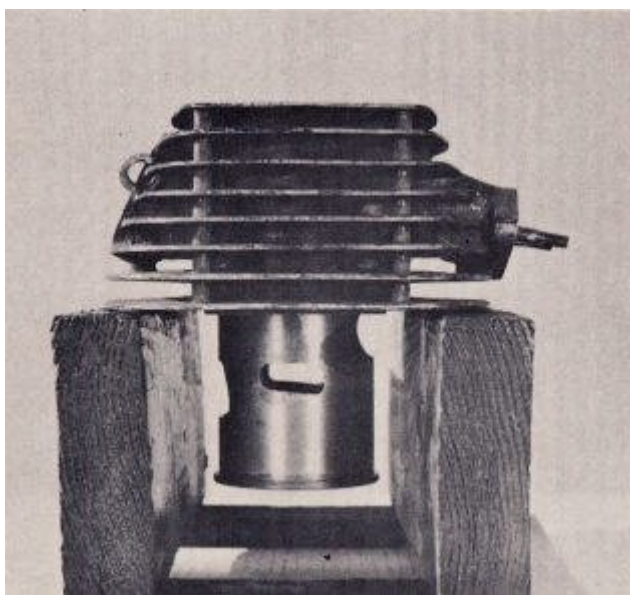

FIG. 72
3. Ajuste el horno a 5500 F. Aproximadamente desde 5000 hasta 5500, la camisa debe desprenderse de la botella (Fig. 72). En ocasiones, la línea regular se cuelga ligeramente en el interior del cilindro. Esto se debe al hecho de que en la fábrica, los puertos en el forro, se adaptan a los puertos en el cilindro con un molinillo de aire. Esto conduce en ocasiones a moler un labio muy pequeño en el borde del puerto entre el cilindro y la camisa, y el labio este capturas de aluminio del cilindro cuando el revestimiento está desapareciendo. Cuando esto ocurre, el forro se puede quitar golpeando suavemente en su parte inferior para que la ayudara a cabo del cilindro.